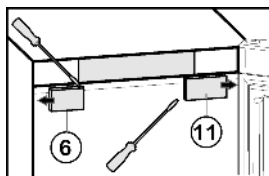

Fig. 5
- ▶ Afdekking aan de greepzijde Fig. 5 (6) afnemen: rechts met sleufschroevendraaier losklikken en naar buiten schuiven.
- ▶ Afdekking aan de scharnierzijde Fig. 5 (11) afnemen: links met sleufschroevendraaier losklikken en naar buiten schuiven.
- ▶ Afdekking *Fig. 5 (6)* met 180° gedraaid aan de kant van de handgreep van buiten plaatsen en vastklikken.
- ▶ Afdekking *Fig. 5 (11)* met 180° gedraaid aan de scharnierkant van buiten plaatsen en vastklikken.